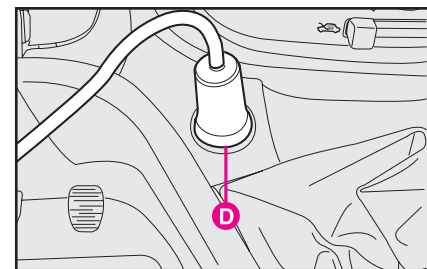
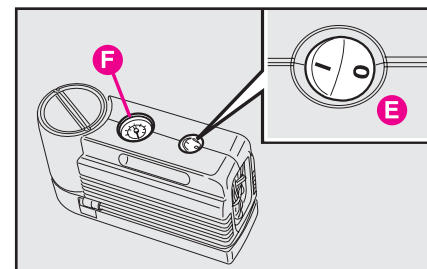

fig. 16e
fig. 16f
– assicurarsi che l'interruttore **E-fig. 16f** del compressore sia in posizione **0** (spento), avviare il motore, inserire la spina **D-fig. 16e** nella presa di corrente più vicina e azionare il compressore portando l'interruttore **E-fig. 16f** in posizione **I** (acceso). Gonfiare il pneumatico alla pressione prescritta nel paragrafo “Pressione di gonfiaggio” del capitolo “Dati Tecnici”. Per ottenere una lettura più precisa, si consiglia di verificare il valore della pressione sul manometro **F** con il compressore spento;